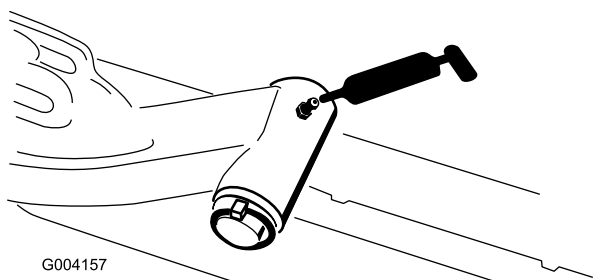

Figura 50
- Eje pivotante del brazo de elevación (1 en cada) (Figura 50)